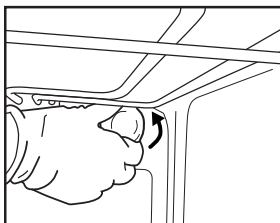

Fig. 8
2. Dévissez le capot de l'ampoule (Fig. 8), remplacez l'ampoule brûlée par une ampoule neuve (voir Remarque pour connaître le type), puis revissez le capot de l'ampoule.